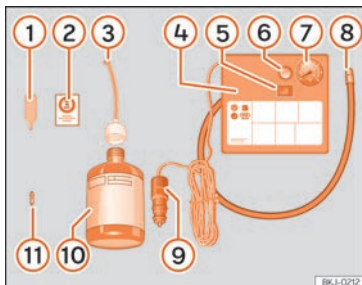

Fig. 29 Representación estándar: contenido del kit antipinchazos.
El kit antipinchazos se encuentra en el compartimento del maletero bajo el revestimiento del suelo. Incluye los siguientes componentes » **fig. 29:**
- Desenrosque la caperuza y el obús de la válvula del neumático. Utilice el aparato » **fig. 29** ⑪ para extraer el obús. Colóquelo en una superficie limpia.
- Agite con fuerza la botella de sellante de neumáticos » **fig. 29** ⑩.
- Enrosque el tubo de inflado » **fig. 29** ③ en la botella de sellante. El precinto de la botella se romperá automáticamente.
- Retire el tapón del tubo de llenado » **fig. 29** ③ y enrosque el extremo abierto del tubo en la válvula del neumático.
- Vuelva a colocar el obús con el aparato » **fig. 29** ⑪ en la válvula del neumático.
- Enrosque el tubo de inflado del neumático del compresor » **fig. 29** ⑧ en la válvula del neumático.
- Compruebe que el tornillo de evacuación de aire está cerrado » **fig. 29** ⑥.
- Acople el conector » **fig. 29** ⑨ a toma de corriente de 12 voltios del vehículo » **pág. 111.**
- Conecte el compresor de aire con conmutador ON/OFF » **fig. 29** ⑤.
- Pegue el adhesivo »» fig. 29 ② en el cuadro de instrumentos, dentro del campo visual del conductor.
Vuelva a enroscar el tubo de inflado »» fig. 29 ⑤ y compruebe la presión en el manómetro ⑥.